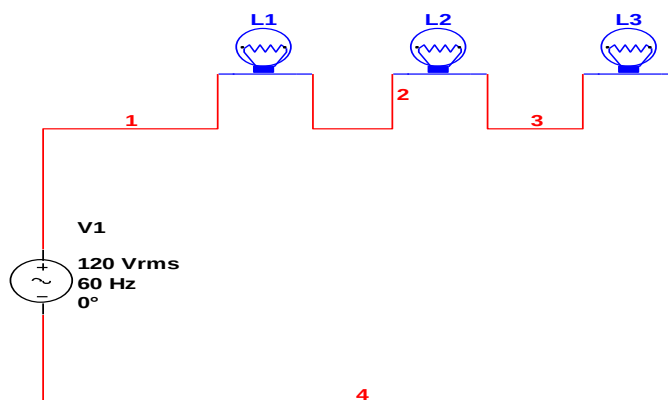

Figura 3.2. Arreglo en serie de focos incandescentes.
1. Implementa el circuito de la *figura 3.2*.